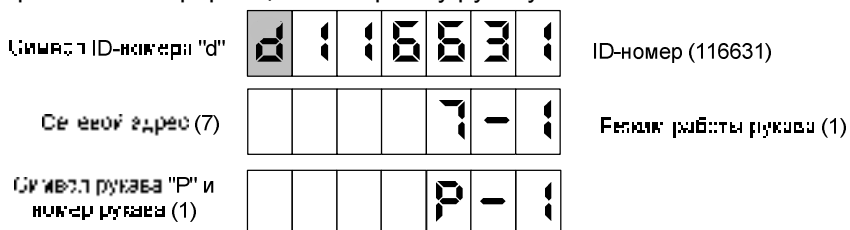

Рисунок 6
8.8 По команде СУ на табло могут отображаться сетевой адрес, режим работы и ID-номер рукава (рисунок 6). При снятии/установке любого раздаточного крана на табло выводится информация для следующего по счету рукава. По достижению последнего рукава вновь отображается информация по первому рукаву.